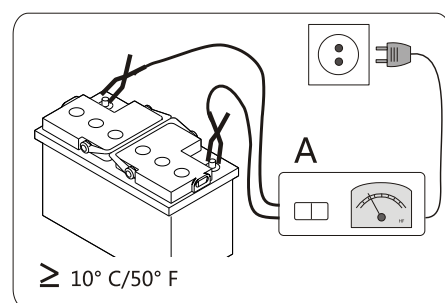

图 9
2.1 在新车检测或易手车检测之前 ⇒ 连接推荐的充电器，请参见步骤 11，（→ 图 9）。